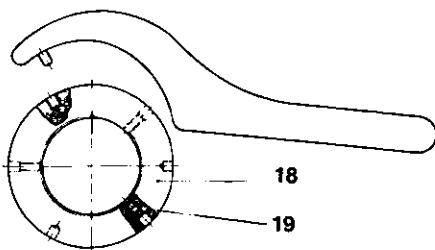

Bild 14
Bei dieser Ausführung muß das Schaltteil (3) gekürzt werden. Bei eventueller Nachrüstung Rücksprache mit Werk. Die Verstellung wird mit einem Hakenschlüssel vorgenommen, Bild 14.